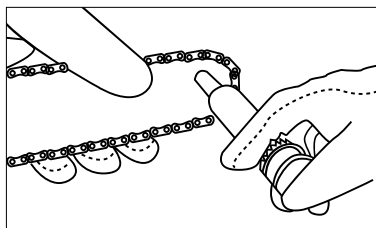

Fig. 28
3. Îndreptați duza seringii în gaura pentru lubrifiere și dozați lubrifianț până ce el nu va ieși pe marginea externă a roții de lanț a șinei (Fig. 28).